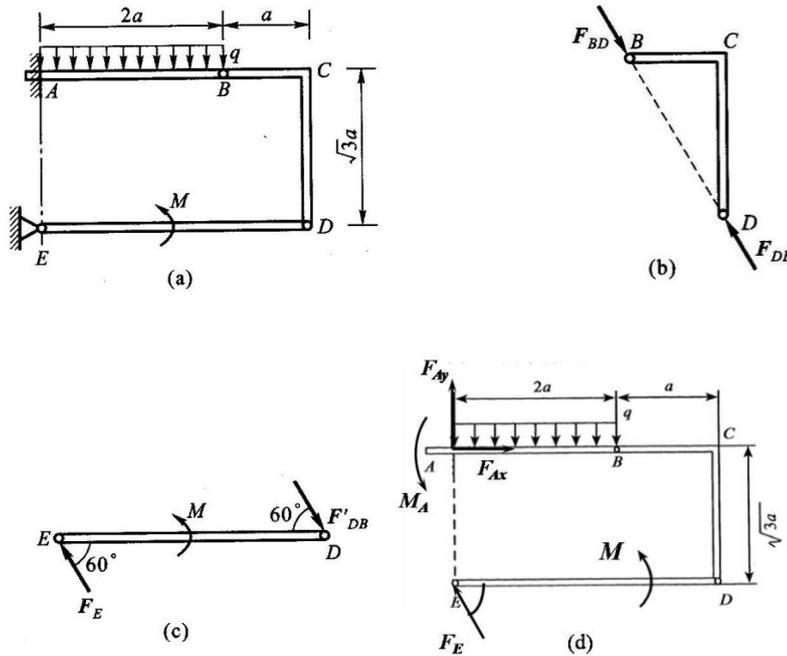

图 4-1
例：图 4-1 (a) 所示平面构架中， A 处为固定端， E 为固定铰支座，杆 AB ， ED 与直角杆 BCD 铰接。已知 AB 杆受均布载荷 q 作用，杆 ED 受力偶矩 M 的作用。若杆的重量及摩擦不计。求 A ， E 处的约束力。
求解思路：对于系统的平衡问题，当需要求解系统外力时，一般应首先取整体为研究对象，本题的整体受力图如图 4-1 (d) 所示，由链杆约束及力偶平衡得到 E 处约束力方向。由图 4-1 (d) 可知未知数有 4 个，多于平面任意力系可列的独立方程个数 (3 个)。因此，需要再选取部分进行研究。求解此题目的关键要能判断出 BCD 是二力杆，这样才能正确求解。
解：(1) 如图 4-1 (b) 所示，直角杆 BCD 是二力杆
(2) 研究 ED 杆，由于力偶只能与力偶平衡，因此受力如图 4-1 (c) 所示
(3) 研究整体，受力如图 4-1 (d) 所示